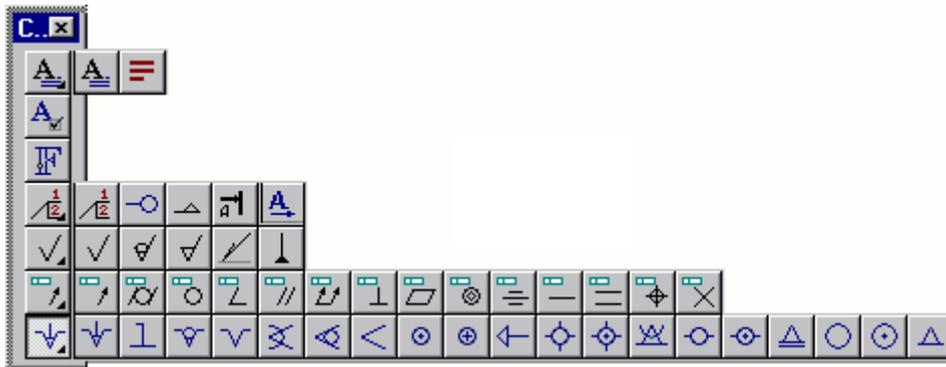

Рис. 11
3. Укажите точку привязки или элемент, к которому будет привязан данный символ (рис. 11).